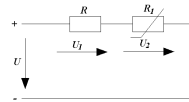

Рисунок 1
4. К электрической цепи на рис. 1 приложено напряжение  $U = 25$  В. Сопротивление линейного резистора  $R = 30$  Ом. ВАХ нелинейного резистора задана таблицей.